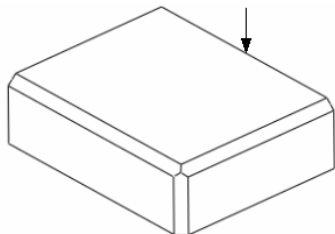
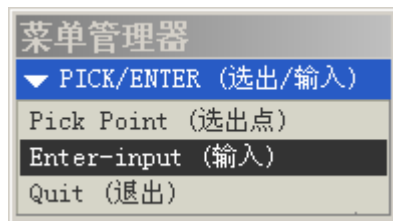

图 13-7
图 13-8
- (2) 系统提示“选择要倒角的角”，选择如图 13-7 所示的边，弹出如图 13-8 所示的【选出/输入】菜单。